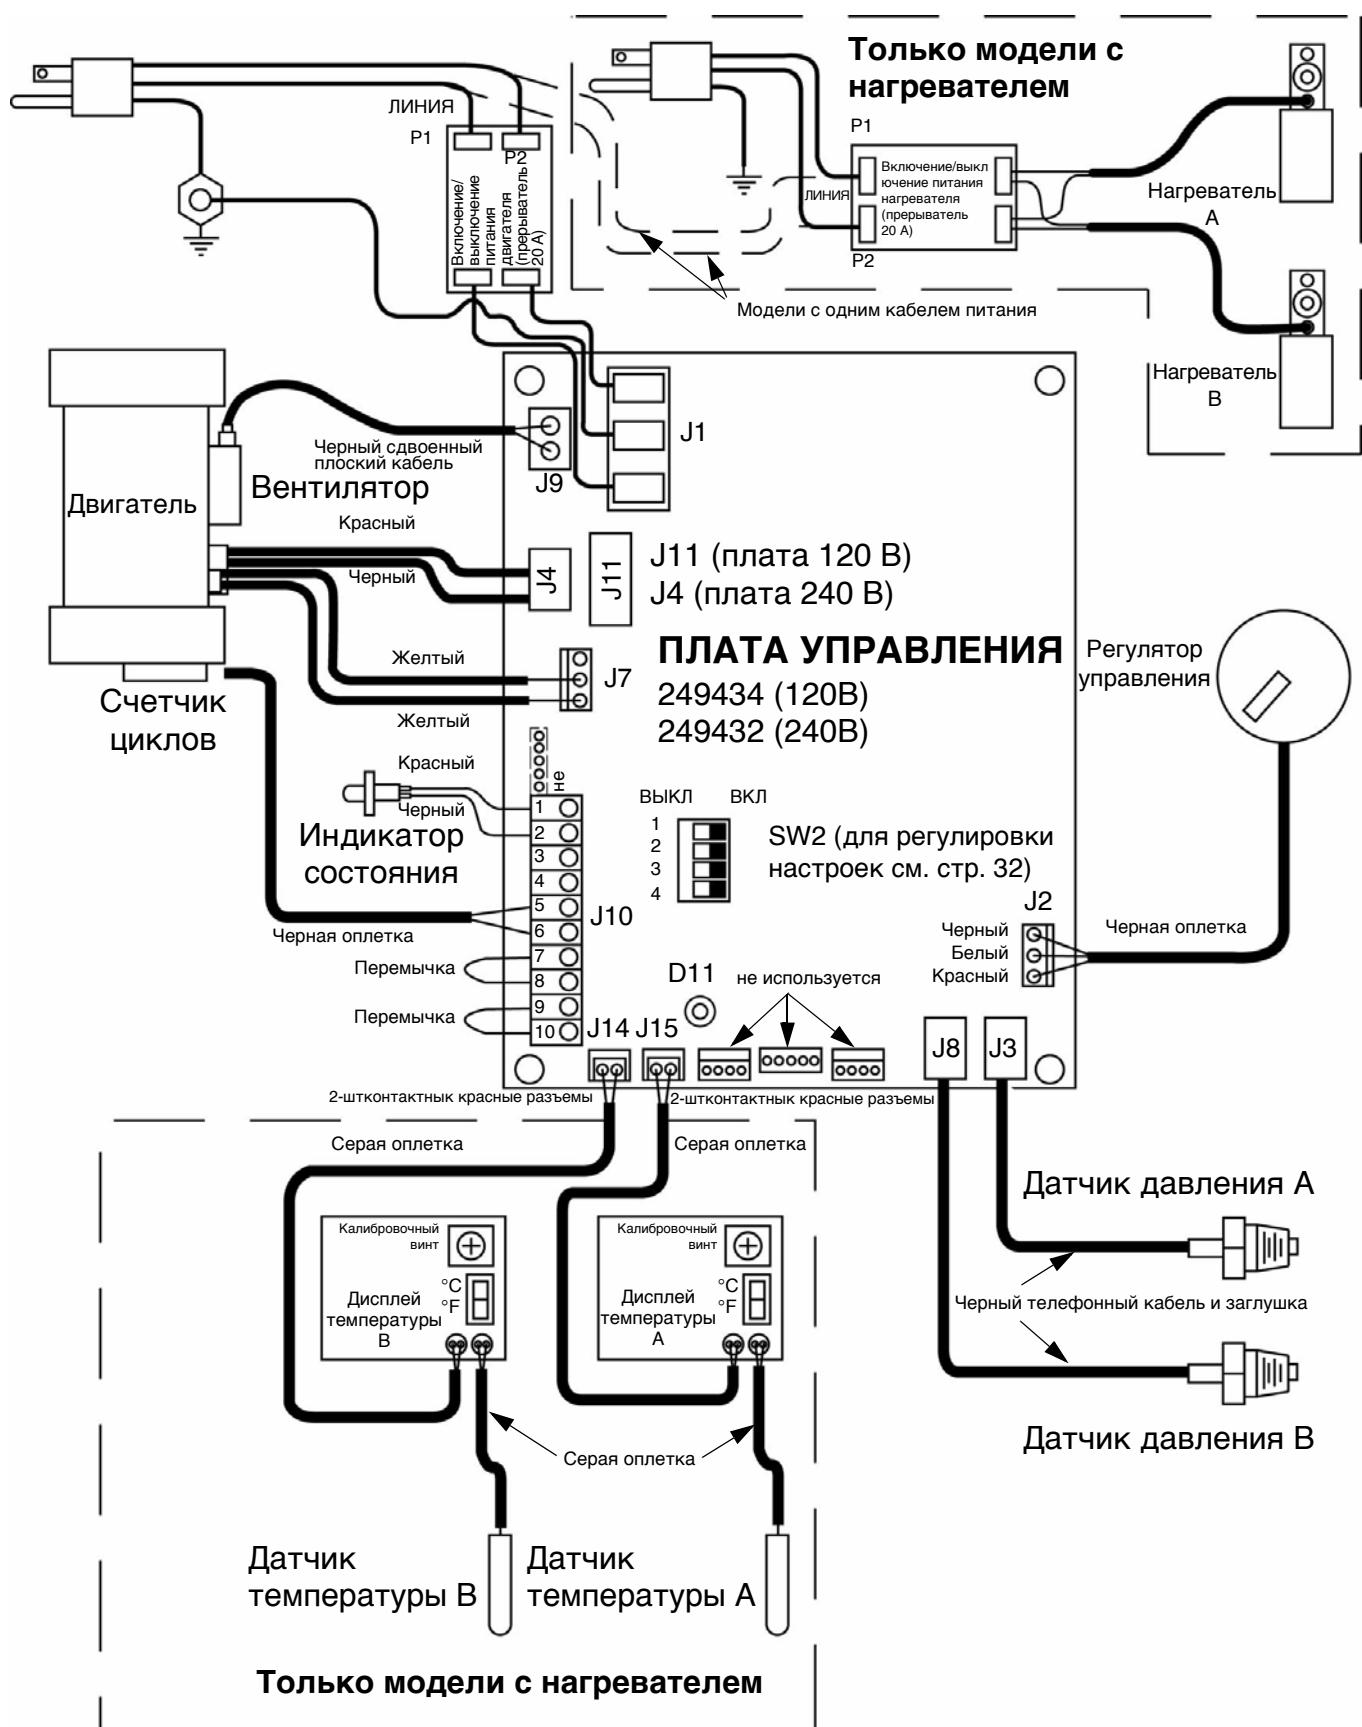

Рис. 12. Подключения проводов модуля управления
- Снимите крышку доступа (39) на задней панели модуля управления.
- Отсоедините провода потенциометра от разъема J2 на плате управления (406). См. Рис. 12.
- Подсоедините провода потенциометра к разъему J2, как показано на Рис. 12.
На плате управления установлен красный индикатор (D11). Для проверки питание должно быть включено. Местоположение индикатора см. на Рис. 12.
Табл. 6. Разъемы платы управления (см. Рис. 12)
- Снимите крышку доступа (39) на задней панели модуля управления, чтобы получить доступ к плате управления (406).
- Отсоедините кабели датчиков от разъемов J3 и J8 платы; см. Рис. 12, стр. 47. Поменяйте местами соединения А и В и проследите, изменяется ли код состояния в соответствии с положением неисправного датчика, см. стр. 32.
- Подсоедините кабель датчика к плате; см. Рис. 12 на стр. 47.
Если двигатель не заблокирован насосами, его можно проверить с помощью аккумулятора 9В. Откройте клапаны рециркуляции, отсоедините провода от разъема J4 или J11 на плате управления, см. Рис. 12, стр. 47. Установите перемычки между соединениями аккумулятора и двигателя. Двигатель должен двигаться медленно и плавно.
- a. Найдите плату управления с задней стороны модуля управления, см. Рис. 12, стр. 47.
1. Отсоедините кабель (37) от вентилятора (202). При включенном питании двигателя проверьте напряжение линии на разъемах кабеля (120 В или 240 В).
2. *Если напряжение правильное, вентилятор неисправен. Извлеките винты, которые крепят вентилятор к экрану (206). Установите новый вентилятор в обратном порядке.*
3. *Если напряжение неправильное, проверьте подключение кабеля вентилятора на разъеме J9 платы управления; см. Рис. 12, стр. 47.*